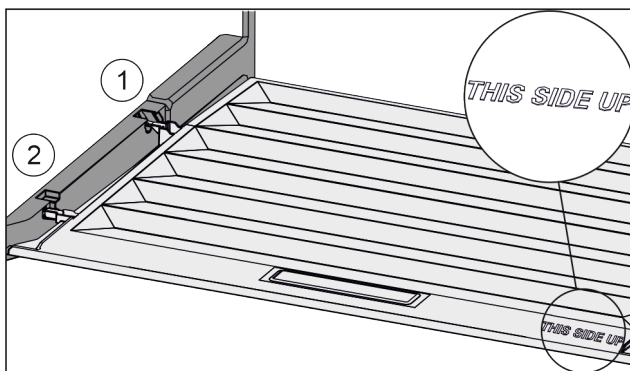

Fig. 138
- ▶ Introduzca los nervios de la tapa por la abertura del soporte trasero Fig. 138 (1) y encájelos por delante en el soporte Fig. 138 (2).